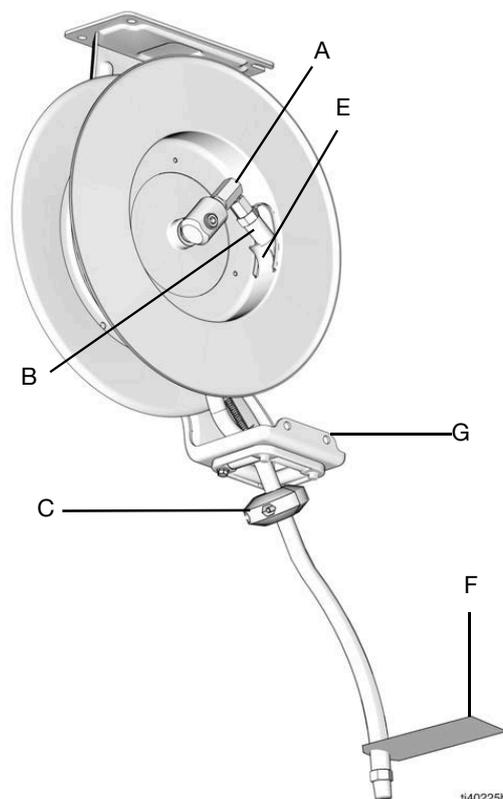

**FIG. 15**
4. Con unos guantes resistentes puestos, agarre con firmeza el borde exterior de la brida del carrete con ambas manos. Enrolle el carrete el número correcto de vueltas (consulte la tabla de referencia después del paso 1), girándolo en la dirección que se muestra en la FIG. 15.
5. Antes de instalar la manguera, fije una abrazadera en C (D, FIG. 15) en la brida del carrete para evitar que se suelte sin querer y gire libremente.
9. Fije el extremo de la manguera (B) en la pieza giratoria del carrete (A).
10. Después, retire con cuidado la abrazadera en C (D) (FIG. 15).